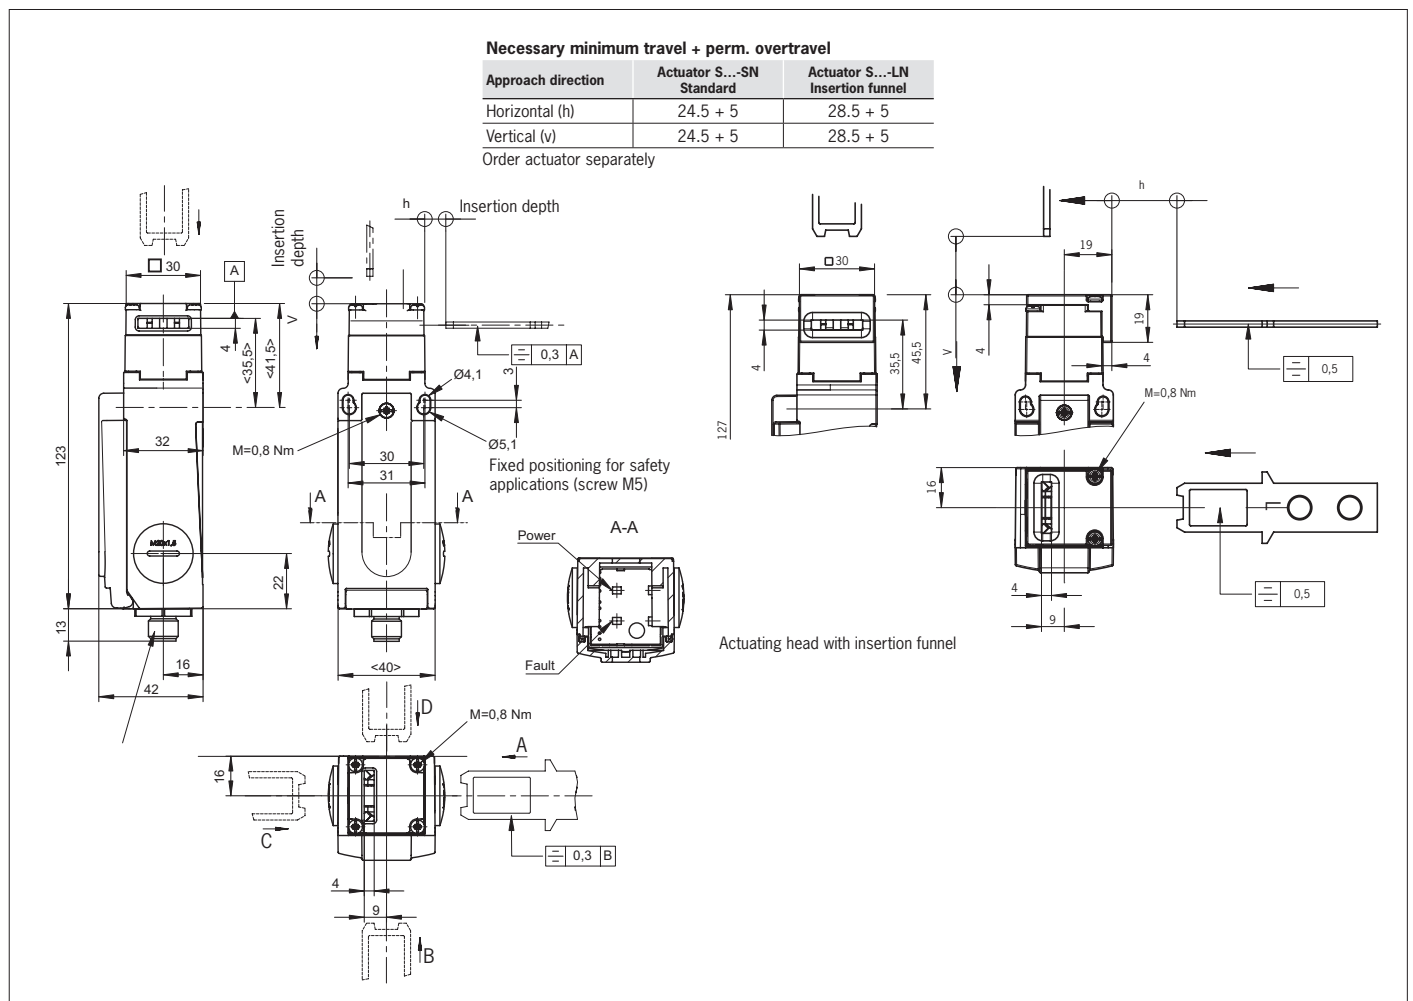

Fig. 3: Dimension drawing for SGP...AS with and without insertion funnel
▶ Endommagement de l'appareil par un élément d'actionnement non approprié. Veuillez à sélectionner l'élément d'actionnement correct (voir tableau de la Fig. 3).